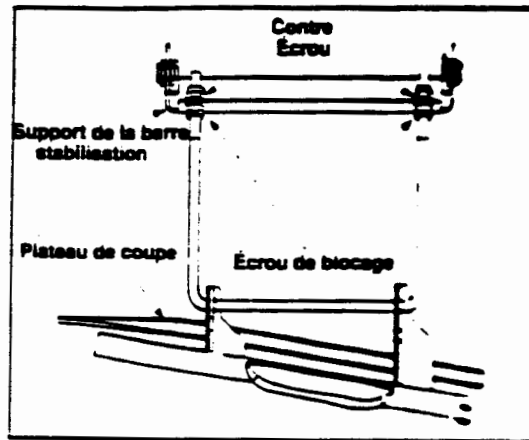

Figure 9
- Desserrez les deux écrous de blocage sur l'arrière du support de la barre de stabilisation du plateau de coupe. Voir la figure 9.